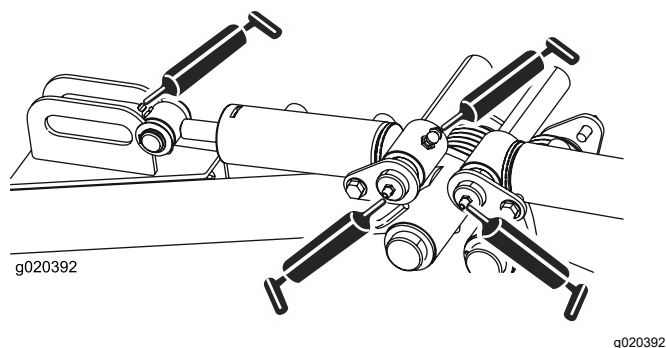

图 47
- 后提升臂枢轴和提升油缸 每个油缸 3 个请参阅图 47。